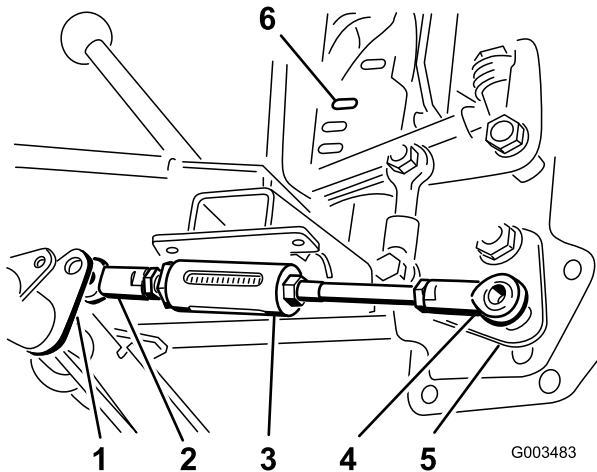

Figure 7
- Positionnez la rotule du côté court de la tige réglable à droite du levier de tige réglable sur le tube de pivot (Figure 7)
- Placez la rotule du côté long de la tige réglable sur le goujon au bas de la poignée de relevage et fixez-la avec un contre-écrou (1/2 po) légèrement serré (Figure 7).